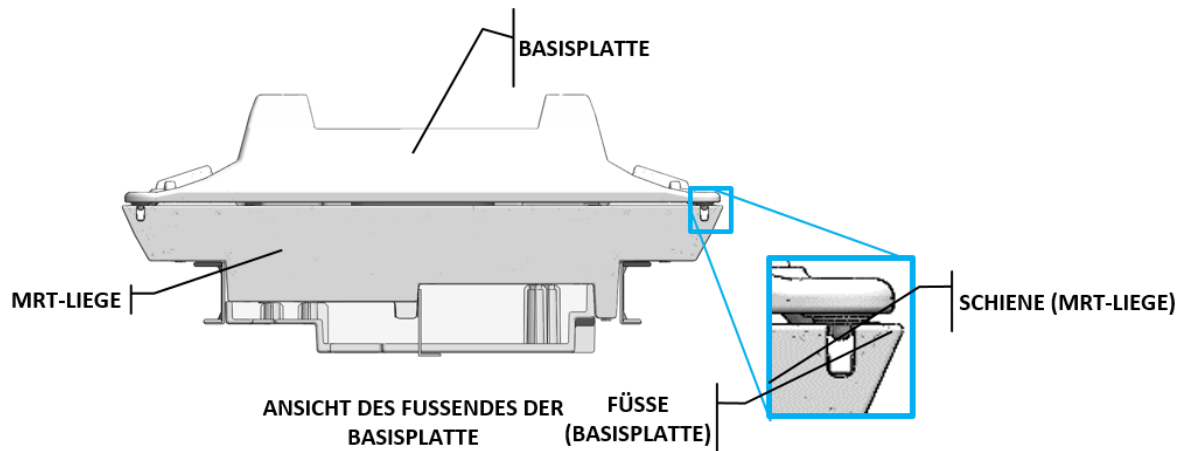

Abbildung 17: Ansicht des Fußendes der Basisplatte
1. Befestigen Sie die Basisplatte am Fußende des MRT-Tisches (*Abbildung 17*). Die Basisplatte muss zwischen den Schienen des MRT-Tisches sitzen und darf in dieser Position nicht wackeln. Wenn sich die Basisplatte seitlich bewegt, ist sicherzustellen, dass die Füße der Basisplatte mit den Schienen ausgerichtet sind, und die Basisplatte bei Bedarf neu zu positionieren.